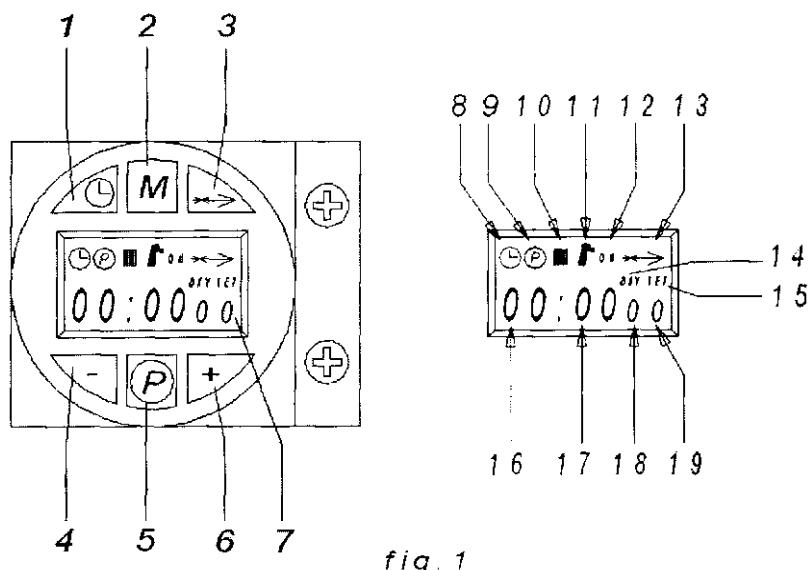

fig. 1
Запрос поджига (вырабатывается при замыкании контактов терминала T1-T2 (см. Схему электрическую), при установках по умолчанию показывает активацию индикатора радиатора (поз. 10 рис. 1).
1. Нажмите кнопку установки Дата/Время (см. поз.1 - рис. 1).
2. Индикатор CLOCK и DAY на дисплее начинают мигать (поз. 7-рис.1): установите текущий день недели кнопкой + и - (поз. 4 и 6-рис.1), из расчета, что 1=Понедельник, 7=Воскресенье. Подтвердите выбор даты нажатием кнопки Дата/время (поз. 1-рис.1)
3. Двух цифровой индикатор CURRENT HOUR и CLOCK начинают мигать (поз. 7-рис.1): установите текущее время (час) кнопкой + и - (поз. 4 и 6-рис.1), в диапазоне от 00 до 23. Подтвердите выбор нажатием кнопки установки дата/время (поз. 1-рис.1).
4. Двух цифровой индикатор CURRENT MINUTES и CLOCK начинают мигать (поз. 7-рис.1): установите текущее время (мин.) кнопкой + и - (поз. 4 и 6-рис.1), в диапазоне от 00 до 59. Подтвердите выбор нажатием кнопки установки дата/время (поз. 1-рис.1). Автоматический режим, Ручной режим Вкл., Ручной режим Выкл.
*Нажмите кнопку выбора режима работы (поз. 2-рис. 1) для установки:*
1. В автоматическом режиме, дисплей (поз. 7-рис. 1) показывает иконку CLOCK. Запрос на активацию или деактивацию зависит от установленной недельной программы. В запрограммированном промежутке дисплей (поз 7-рис. 1) также показывает иконку ON.
2. В режиме Ручной Вкл., дисплей (поз 7-рис. 1) показывает только иконку ON. Горелка всегда в состоянии запроса.
3. В режиме Ручной Выкл., дисплей (поз. 7-рис. 1) не показывает ни иконку ON ни иконку CLOCK. Горелка выключена.
Недельная программа представлена 3 временными промежутками ВКЛ и 3 временными промежутками ВЫКЛ : одинаковыми для всех дней недели. В промежутке запроса, дисплей (поз 7-рис.1) показывает иконку ON.
1. Нажмите кнопку программирования "P" (поз. 5 - рис. 1)
2. Выберите день недели для изменения кнопками + и - (поз. 4 и 6 - рис. 1):
3. Нажмите кнопку программирования " P" (поз. 5 - рис. 1):
- 4.1 Используйте кнопки + и - (поз. 4 и 6 рис. 1) для изменения времени первого включения; например 06:00
нажмите кнопку программирования " P" (поз. 5 - рис. 1)
5.1 Используйте кнопки + и - (поз. 4 и 6 рис. 1) для изменения времени первого выключения; например 09:00
6.1 Используйте кнопки + и - (поз. 4 и 6 рис. 1) для изменения времени второго включения; например 12:30
7.1 Используйте кнопки + и - (поз. 4 и 6 рис. 1) для изменения времени второго выключения; например 14:00
8.1 Используйте кнопки + и - (поз. 4 и 6 рис. 1) для изменения времени третьего включения; например 16:00
9.1 Используйте кнопки + и - (поз. 4 и 6 рис. 1) для изменения времени третьего выключения; например 23:30
11. нажмите кнопку программирования " P" (поз. 5 - рис. 1) и удерживайте ее в течении 3-х секунд для выхода из режима программирования.
Нажмите кнопку программирования "M" (поз 2-рис. 1 ) и удерживайте ее 5 секунд для доступа к меню параметров. На дисплее индицируется параметр "u01": который соответствует сообщению SET 01. Нажмите кнопку "P" (поз. 5 - рис. 1) для перемещения по списку параметров to.
Нажимайте кнопки + и - (поз 4 и 6-рис.1 ) для изменения значения параметра: внесенные изменения автоматически сохраняются. После изменения параметра необходима пауза в течение 3 секунд: данные на индикаторе мигают и затем сохраняются.
Нажмите кнопку выбор режима управления - M (поз.2 - рис. 1) на 5 сек. Для выхода из меню.